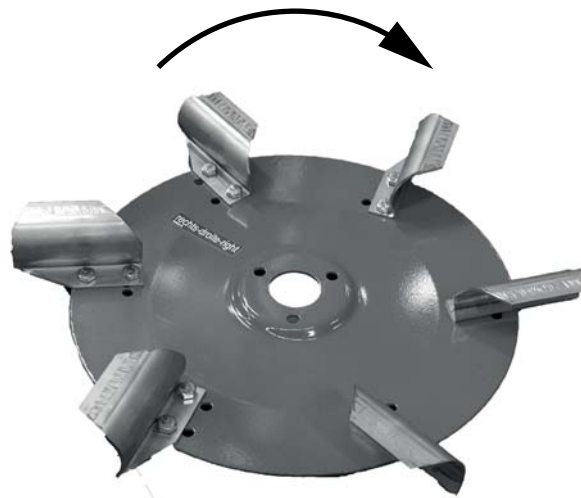

Bild 7.8: Drehrichtung der Wurfscheibe
1. Drehrichtung der Wurfscheibe beachten. Siehe Bild 7.8.